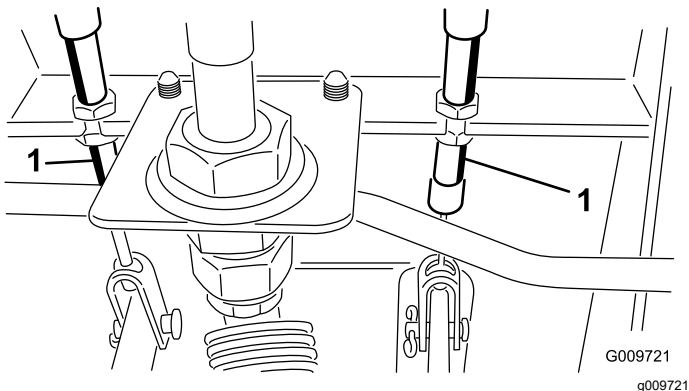

Figura 72
- A. Allentate il dado anteriore sull'estremità filettata del cavo del freno (Figura 72).